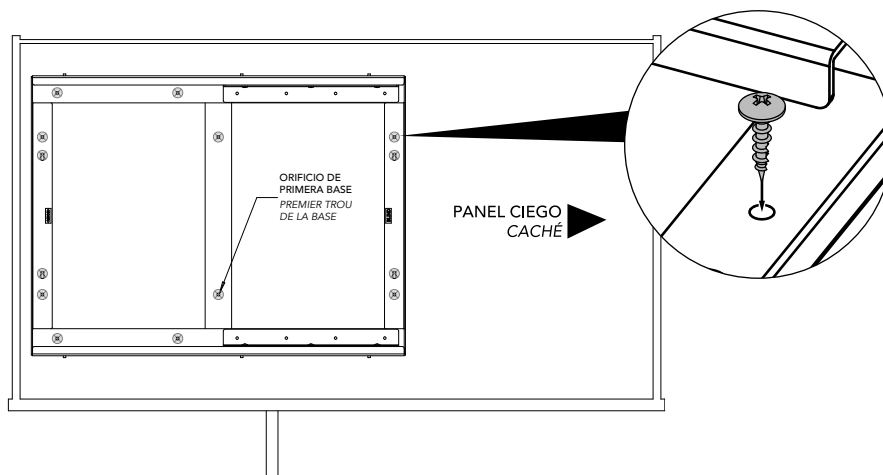

Fig. 3
Voltee el marco (B) sobre su parte posterior y mueva la rueda izquierda preinstalada a la posición superior como se muestra para una puerta ciega derecha/izquierda (ver Fig. 3).
Retournez le cadre (B) sur le dos et préinstallez la roue de gauche sur la position supérieure comme indiqué pour l'armoire de coin cachée (voir la figure 3).